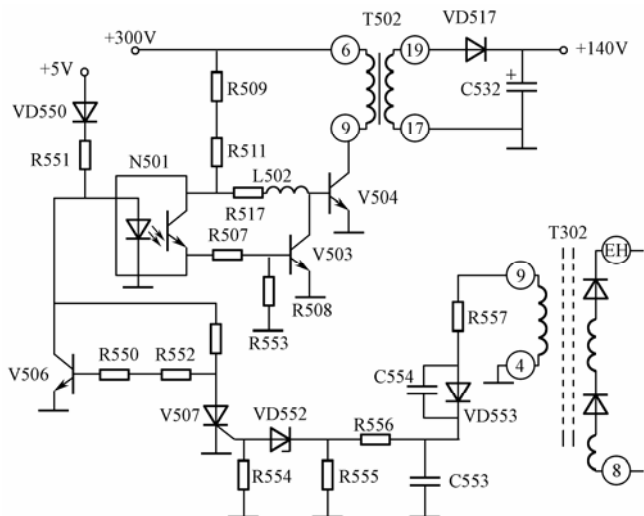

图 6-8 X 射线保护电路
⑤ X 射线保护 该电路由行输出变压器灯丝绕组④—⑨、VD553、C553、VD552、V507、V506 等元器件构成，如图 6-8 所示。如果显像管阳极电压过高将释放出大量 X 射